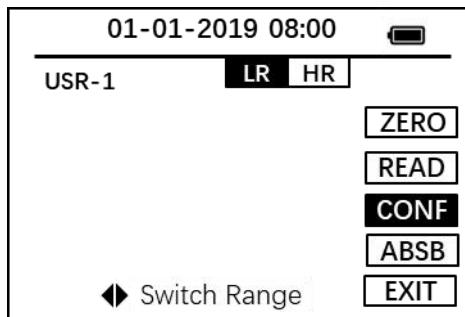

图 10 自定义
1. 根据取样瓶尺寸选择24mm或16mm,OK键进入,导航键选择自定义曲线(名称USER 1 ~ USER 7)。使用左右键选择该自定义方法的校准范围,LR表示用户自定义方法的低量程校准,HR表示用户自定义方法的高量程校准。选择**CONF**如图10所示,按OK键进入用户自定义界面;
3. 根据取样瓶尺寸选择24mm或16mm，OK键进入，导航键选择自定义曲线（名称 USER 1 ~ USER 7）。使用左右键选择该自定义方法的校准范围，LR表示用户自定义方法的低量程校准，HR表示用户自定义方法的高量程校准。选择 CONF 如图 10 所示，按OK键进入用户自定义界面；